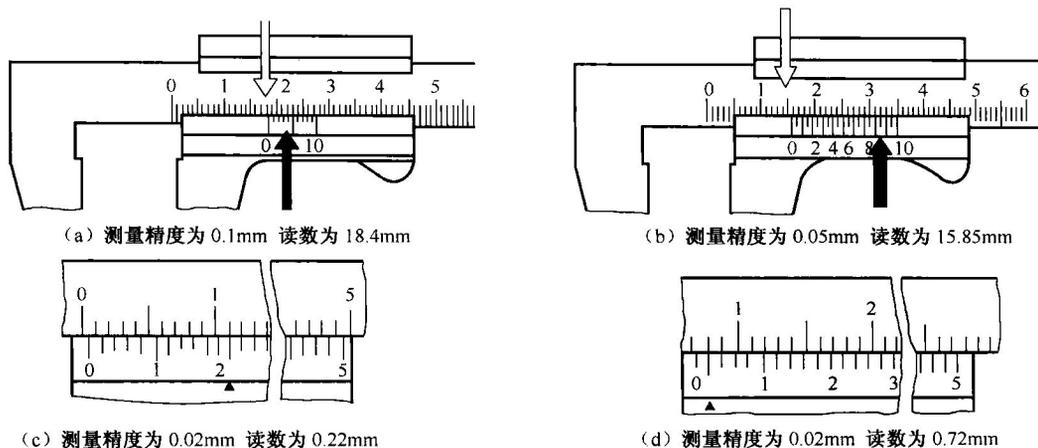

图 1-17 游标卡尺的读数方法
- (1) 读整数：在尺身上读出位于游标零线左边最接近的整数值（mm）。
- (2) 读小数：用游标上与尺身刻线对齐的刻线格数，乘以游标卡尺的测量精度值，读出小数部分。
- (3) 求和：将两项读数值相加，即为被测尺寸，如图 1-17 所示。